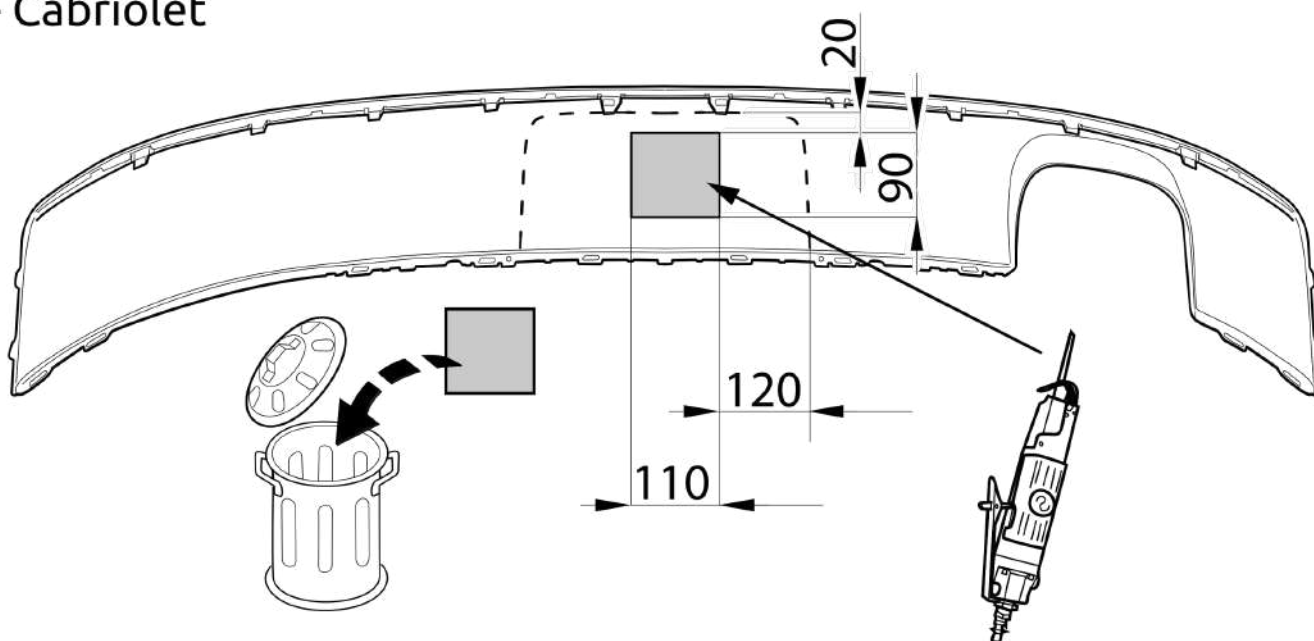

Fig. 9
13. Gemäß Abb. 9,10,11,12,13,14,15,16,17 die angegebenen Teile herausägen.
13. Såga ut delarna enligt fig. 9,10,11,12,13,14,15,16,17.